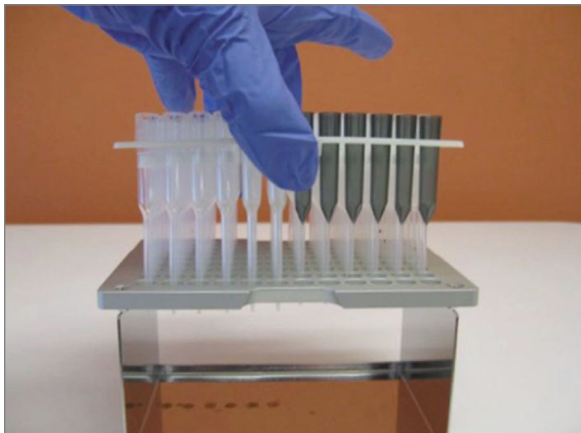

FIGURA 5.13: inserire i puntali e i perforatori delle protezioni di alluminio nel supporto metallico per i puntali
- b. Posizionare i puntali e i perforatori delle protezioni di alluminio sul supporto. Tenere il rack dei puntali di plastica per le linguette centrali, spostare il rack sopra la griglia in metallo, quindi abbassarli lentamente sulla griglia in metallo. Può essere utile posizionare il supporto a livello degli occhi per allinearvi i puntali di plastica (FIGURA 5.13).